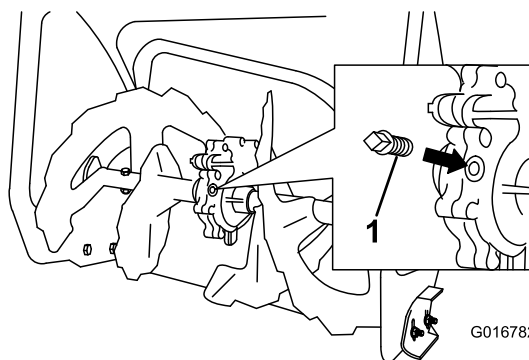

Рисунок 45
2. Очистите поверхность вокруг пробки редуктора (Рисунок 45).